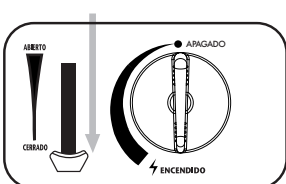
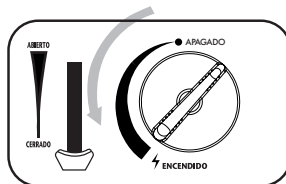

fig. 3
fig. 4
3. Presione la palanca del cartucho (6) hacia abajo (fig.3) y cierre la tapa del cartucho.
4. Si escucha un silbido, el cartucho no se ha instalado correctamente. No intente encender el aparato, sino que mueva la palanca (6) a la posición "ABIERTO" y repita el paso (1-4).
5. Empuje y gire el mando (8) completamente a la posición de encendido hasta que haga clic. (fig.4) Repita esta acción hasta que el quemador se encienda.